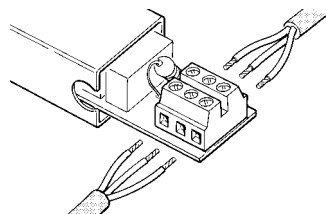

Abb. 5
- 7 Die Leiter nach dem Plan in Abbildung 5. an den Klemmen anschließen.